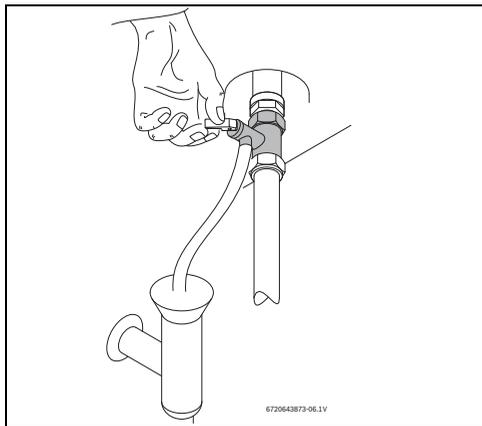

Рис. 15 Открытие предохранительного клапана вручную
- ▶ Откройте предохранительный клапан (рис. 15).
- ▶ Минимум один раз в месяц открывайте вручную предохранительный клапан (рис. 15).